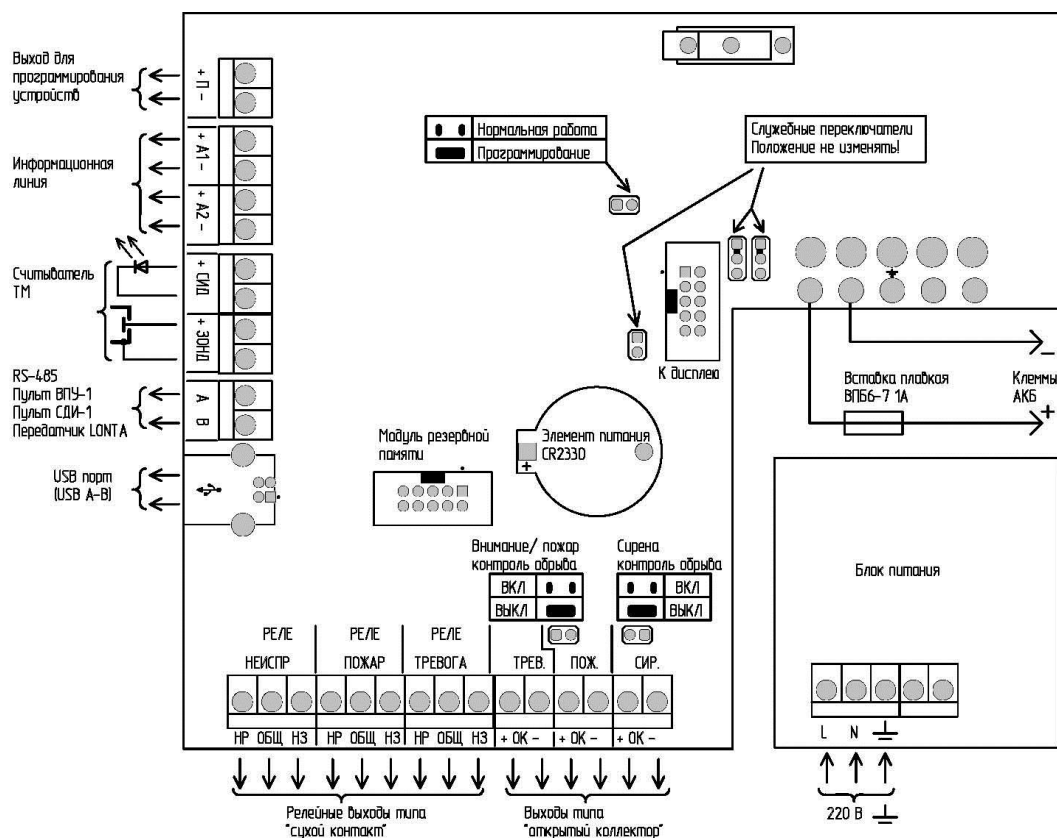

Рис. 3. Расположение клемм подключения на системной плате АПКП.
5.1.3. На блоке питания АПКП (рис.3) расположены клеммы питания $\approx 220\text{В}$ и заземления.
5.1.4. На системной плате (рис.3) расположены клеммы:
5.1.5. На системной плате рис.3 расположен также порт USB для подключения компьютера и разъем для установки дополнительной платы памяти.
5.1.6. На системной плате рис.3 расположены три переключки (три джампера):